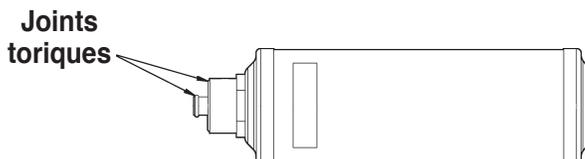

Figure 14
6. Observez le filtre neuf - vérifiez si les deux joints toriques sont graissés et bien insérés dans les cannelures. Reportez-vous à la Figure 14. Filetez le filtre neuf pour le mettre en place. Appuyez sur **START / YES (marche / oui)**.